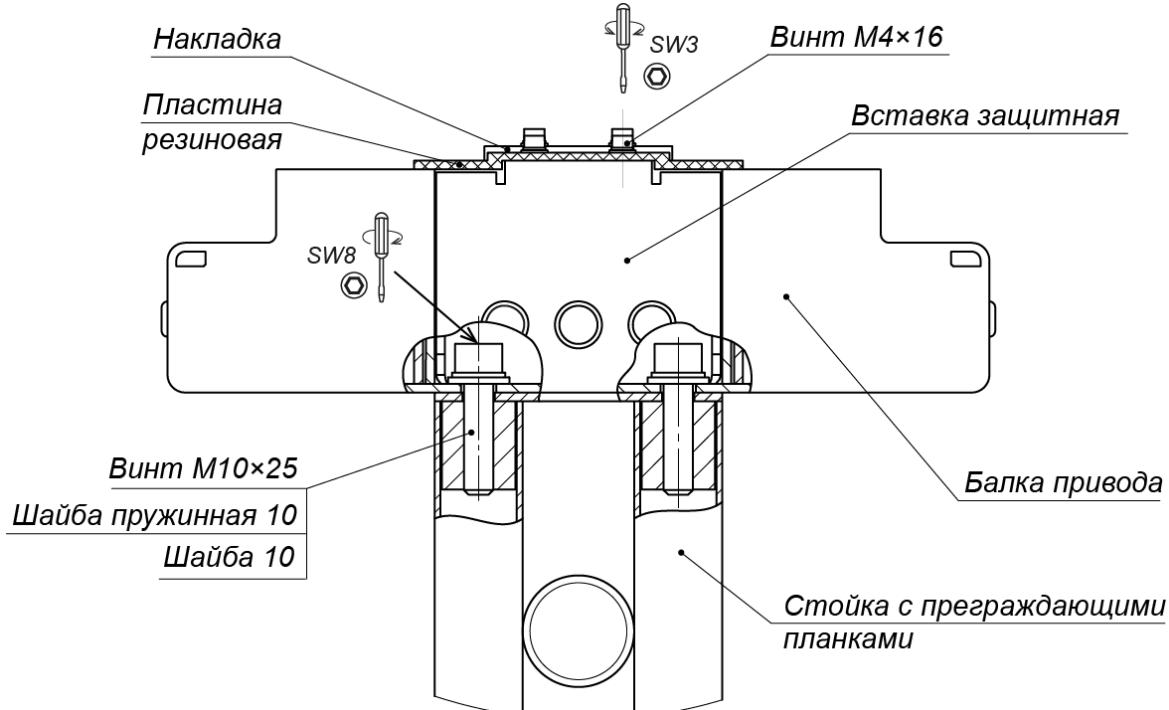
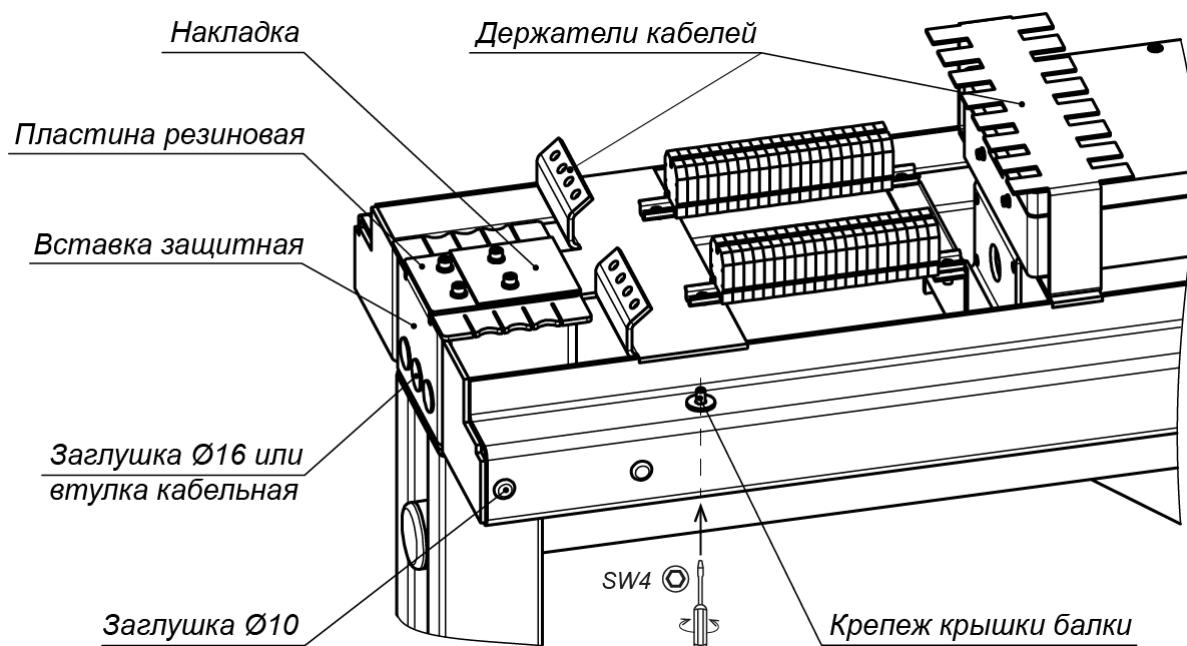

Рисунок 17. Крепление балки привода (8) к стойке с препреждающими планками (5)
Рисунок 18. Элементы балки привода
- Закрепите балку привода на стойке с преграждающими планками (5) двумя болтами M10x25, ключ SW8 (см. рис. 17) (для более удобного доступа к отверстиям можно предварительно снять накладку, резиновую пластину и вставку защитную, открутив четыре винта M4x16, ключ SW3, см. рис. 18).
26. Установите крышку (9) на балку привода (8):
- Вкрутите четыре невыпадающих винта M5 (ключ SW4), фиксирующие крышку балки (см. рис. 18).